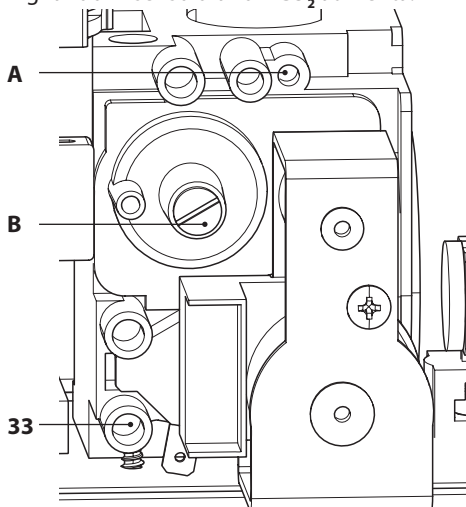

Figura 7.6
- A caldaia spenta (fuori servizio), controllare la pressione di alimentazione utilizzando la presa 33 in Figura 7.6 e confrontare il valore letto con quelli riportati nella tabella Pressioni di alimentazione gas nella sezione "Dati tecnici M260MR.2025 SM/T" a pag. 32 e "Dati tecnici M260MR.2530 SM/T" a pag. 36.
- Richiudere bene la presa di pressione 33 in Figura 7.6.
- Per tarare il **CO2** della caldaia (pressione del gas al bruciatore) svitare completamente il tappo in ottone di protezione **B** e agire sulla vite a brugola Ø 4 mm sottostante Figura 7.6, girando in senso orario il **CO2** aumenta.
- Se i due dati non coincidono agire sulla vite regolazione massimo RQ (A in Figura 7.6) della valvola gas e tarare il  $\text{CO}_2$  allo stesso valore riportato nella sezione "Dati tecnici M260MR.2025 SM/T" a pag. 32 e "Dati tecnici M260MR.2530 SM/T" a pag. 36 in tabella "Dati in sanitario". Girando in senso orario il  $\text{CO}_2$  diminuisce.